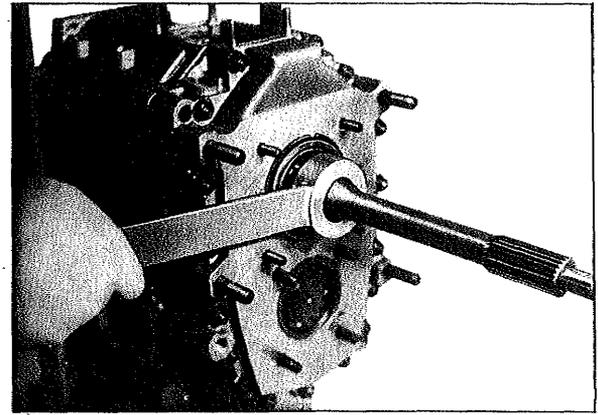

Fig. 8
- 6.2 Desserrer l'écrou à rainures (204) sur l'arbre menant à l'aide de la clé „6" pour écrous à rainures (fig. 8). Attention! Le filetage est du type de pas à gauche.